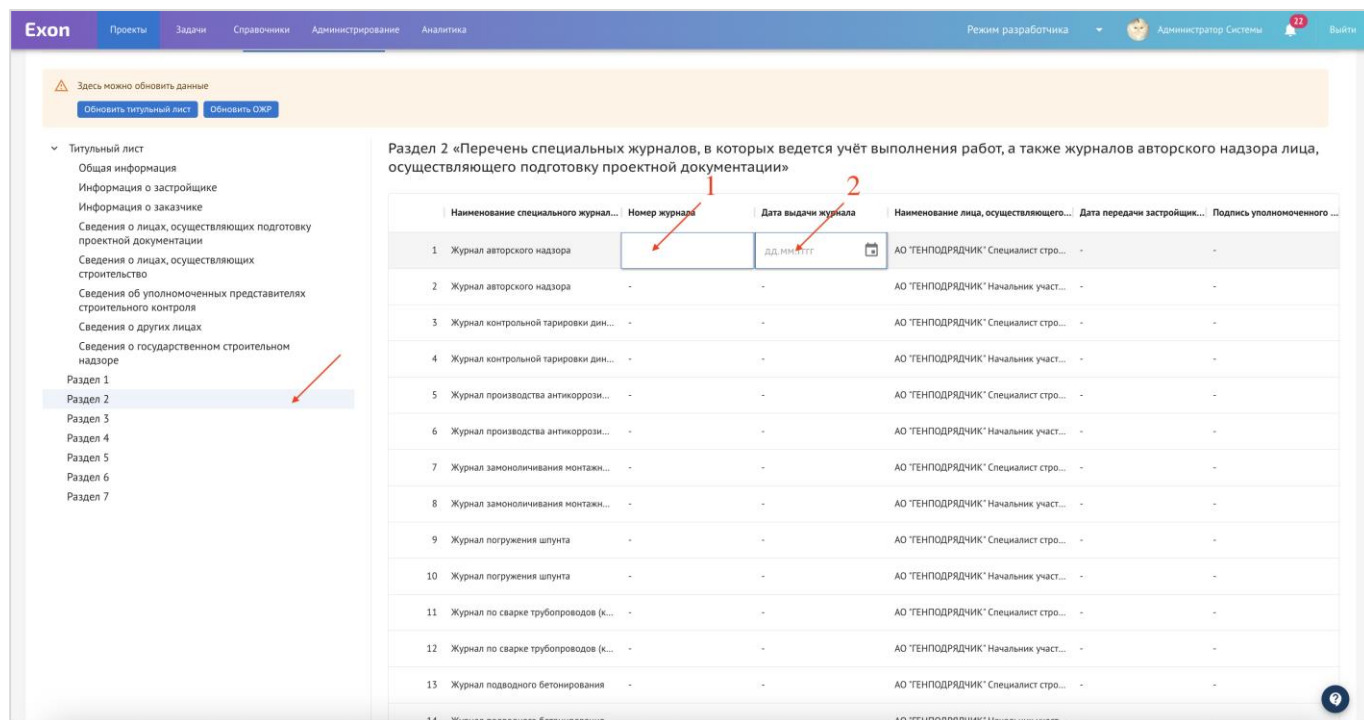

Рис. 19 – Раздел 2 ОЖР
10. Раздел 2 ОЖР. В данный раздел подтягиваются журналы и ответственные пользователи, на которых есть приказ на ведение специальных журналов в Общих сведениях об участниках. В раздел не попадают информация об ОЖР и ЖВК. Также вручную необходимо будет заполнить номер (1) и дату выдачи журнала (2) (рис. 19);